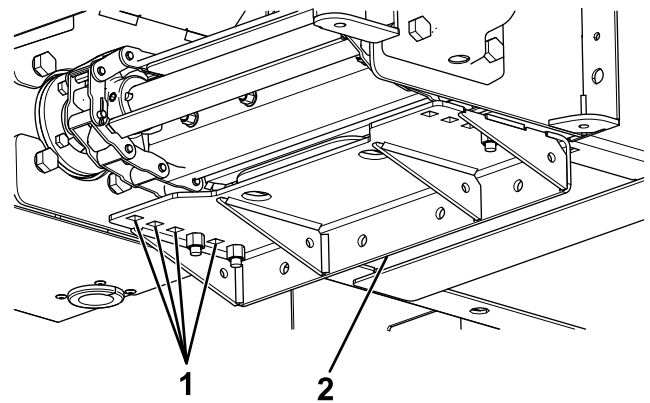

Figure 6
3. Déplacez la butée à la position souhaitée et fixez-la avec les boulons de carrosserie retirés précédemment (Figure 6).